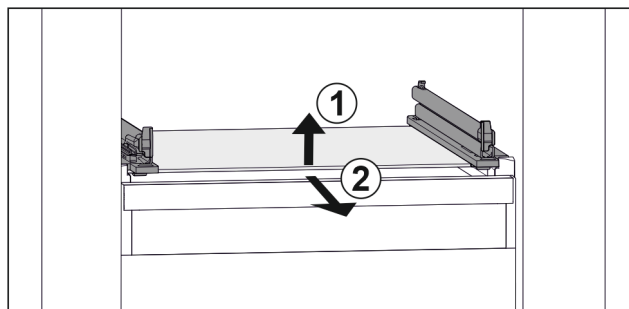

Fig. 46 Příklad znázornění skleněné desky
- ▶ Nadzvedněte skleněnou desku vpředu. Fig. 46 (1)
- ▶ Vyjměte skleněnou desku dopředu. Fig. 46 (2)